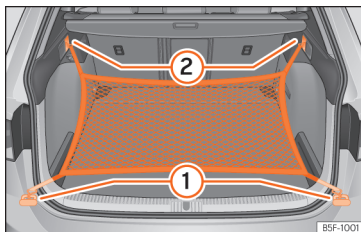

Fig. 152 Nel bagagliaio: occhielli ① e ganci ② per il fissaggio della rete fermacarico (modello Leon Sportourer ST).
- Fissare i ganci corti della rete agli occhielli di ancoraggio »» fig. 152 ① »» ⚠. La cerniera della tasca dev'essere rivolta verso l'alto.
- Fissare le cinghie nei ganci per appendere borse ②